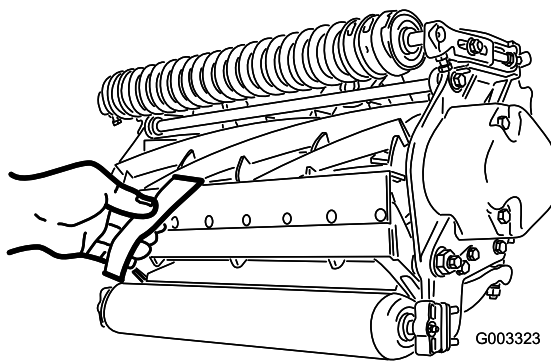

図 9
3. リール前面の左右いずれかの端を選び、リールと下刃の間に新聞紙片を差し入れる（図 9）。リールをゆっくり前回転させながら下刃調整ネジ（図 8）を締め（新聞紙を入れた側の調整ネジを、1目盛りずつゆっくりと）、新聞紙を前から（ベッドナイフの上面に平行に）入れると軽く挟まれる程度に調整する。新聞紙を引き抜くのに軽い力が必要な程度でよい。
5. 両側の調整ができたら最終確認を行う：紙片をリールの前から差し込んだ時にははさむだけ、下から差し込むと切れるのが正しい調整である（図 9）。リールと下刃のごくわずかの接触で紙が切れなければいけない。接触を強くしないと切れない（リールが新聞紙を強く挟み込まないと切れない）場合には、鋭利な刃先を取り戻して精密なカットができるようにバックラップか研磨を行うことが必要である（Toroリール・モアとロータリー・モアのための研磨マニュアル Form No. 80-300PT を参照）。